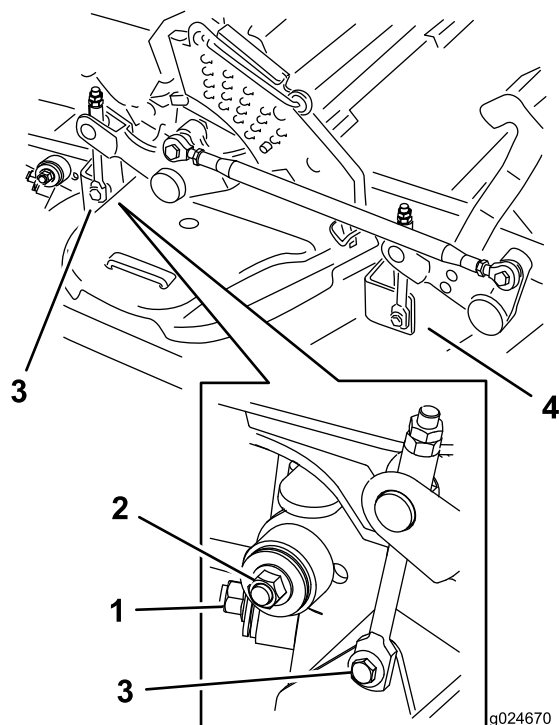

Figure 99
7. Enlevez et mettez de côté les fixations des deux côtés du plateau, comme montré à la Figure 99.